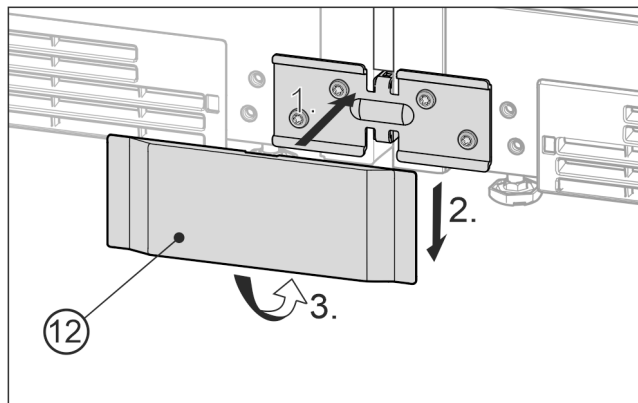

Fig. 25 例图
- 将下方的盖板 Fig. 25 (12) 从前面放置到角上 Fig. 25 (1)，向下推入 Fig. 25 (2) 并向下卡紧 Fig. 25 (3)。